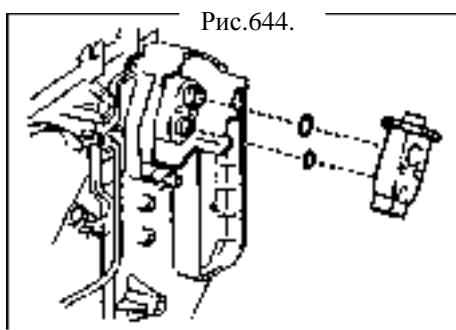

Рис.644.
49. Снимите расширительный клапан (рис.644).
(рис.644).